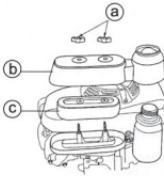

Рис. 14.
6.5 Воздушный фильтр (См. рис. 14.)